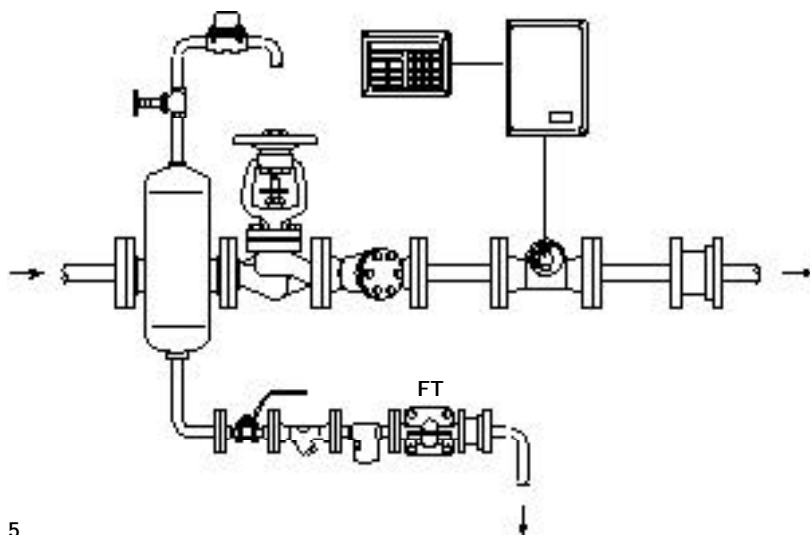

Fig. 5
**3.5** Avledaren ska monteras under ångsystemets utlopp med ett 150 mm (6") lodrätt rör före kondensatavledaren. Se Fig. 5. Om inte ett sådant rör kan installeras kan ångan, vid lågt flöde, gå över kondensatet i botten av röret och nå avledaren.